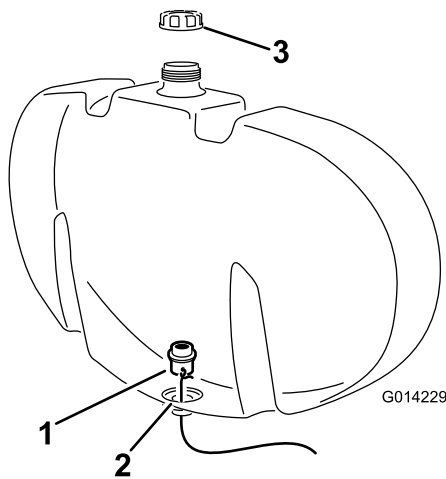

Figura 10
- D. Folosiți cablul pentru a ghida fitingul plăcii despăritoare către evacuare (Figura 10).
lipită de peretele interior al rezervorului de clătire (Figura 10)